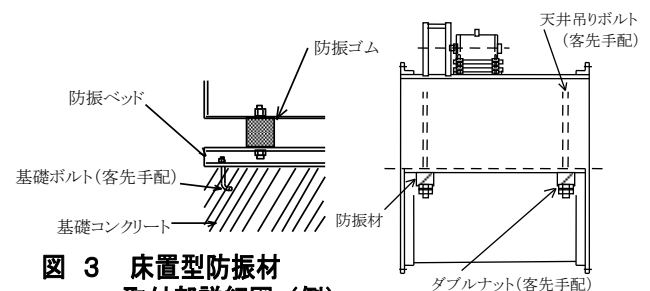

図 3 床置型防振材
- ② 防振ベッドの下にはモルタルを流し、基礎と密着するように施工してください。(図3)